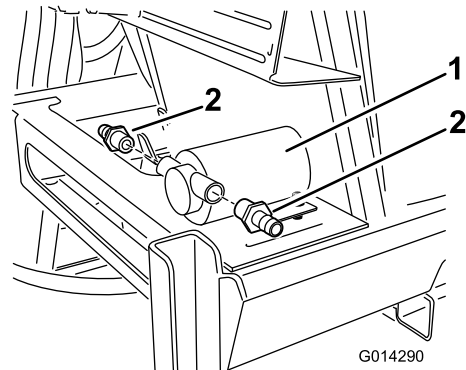

Bild 20
3. Ermitteln Sie die geraden gezahnten Schlauchanschlüsse in den losen Teilen und befestigen Sie den Anschluss an den Zulauf- und Auslauföffnungen der Spülbehälterpumpe (Bild 20).